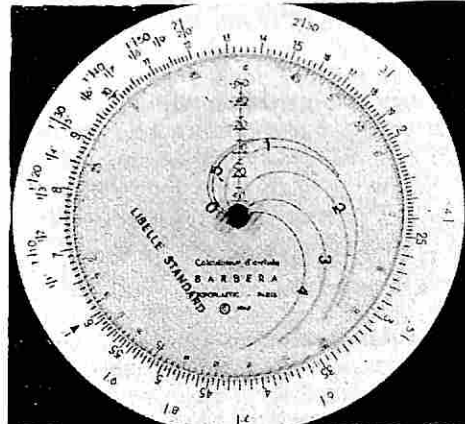

Fig. 10: Calcolatore Barbera.
- 3) Il **Barbera** (fig. 10) è molto semplice e pratico. Un disco intercambiabile introduce le caratteristiche dell'aliante. Diametro 15 cm. Molto utilizzato negli alianti francesi. Indirizzo: Topoplastic SA7, Impasse des Chevaliers, Paris 20e.